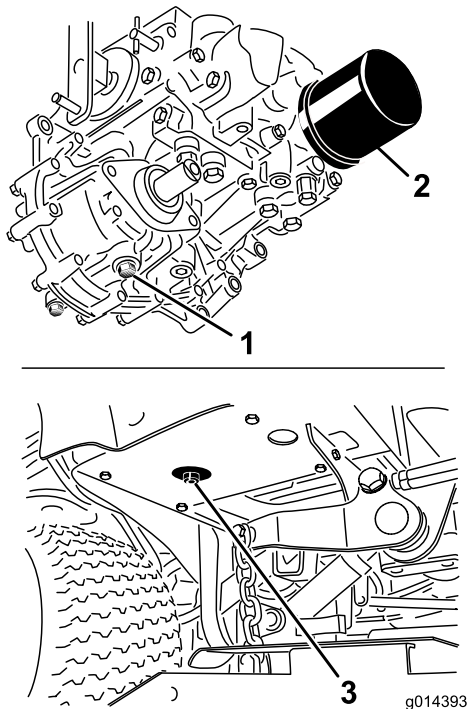

Figura 51
3. Coloque un recipiente grande debajo del depósito de aceite hidráulico y el alojamiento de la transmisión y retire los tapones; deje que se vacíe todo el aceite hidráulico (Figura 51).
4. Limpie la zona alrededor del filtro de fluido hidráulico y retire el filtro (Figura 51).